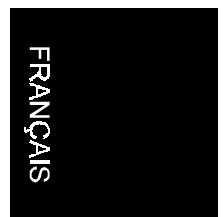

**Figure 12 : sélection du type d'installation**
3. Cliquez sur 'Yes' pour accepter les conditions de la licence et pour poursuivre l'installation. La Figure 12 est affichée.
4. Sélectionnez 'Custom' (Figure 12) pour qu'un petit rond s'affiche dans la case.